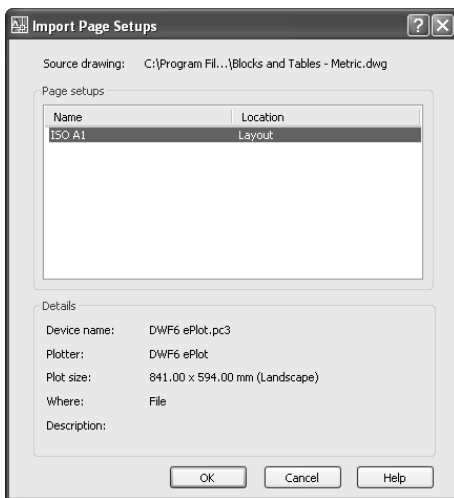

Рис. 9.8. Диалоговое окно **Import Page Setups**
2. Найдите в открывшемся окне нужный файл чертежа или шаблона, а затем щелкните по кнопке **Open** (Открыть). Отобразится диалоговое окно **Import Page Setups** (Импорт наборов параметров листов). В этом окне (рис. 9.8) содержится список именованных наборов параметров листа выбранного чертежа и указано, предназначен ли набор для листа или для модели.